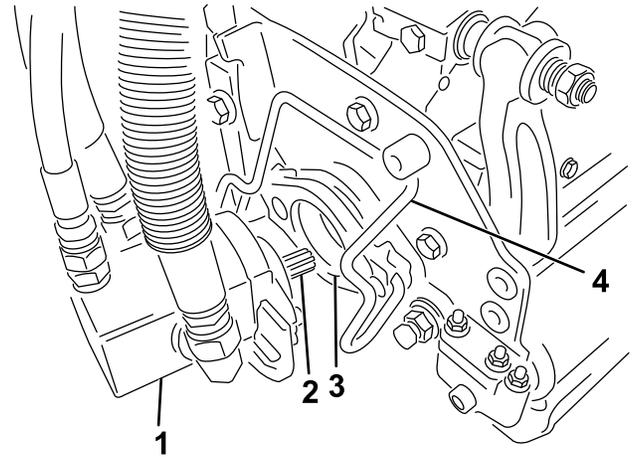

Figura 13
- Cubra el eje acanalado del motor de la unidad de corte con grasa limpia (Figura 13).
- Introduzca el motor en el lado izquierdo de la unidad de corte (visto desde el puesto del operador) y tire de la barra de retención del motor (en la unidad de corte) hacia el motor hasta que oiga un “clic” en ambos lados del motor (Figura 13).